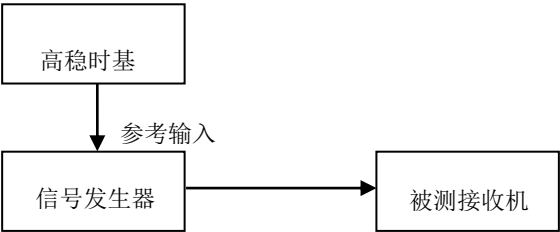

图 7-1 频率范围的测试
- 1) 按照图 7-1 连接测试设备。连接高稳时基与信号发生器，由外部高稳定度时基为合成信号发生器提供参考频率。合成信号发生器的低频输出接到待测 EMI 测试接收机的射频 1（如没有高稳定时基，可用具有高稳定时基选件的信号发生器代替）。